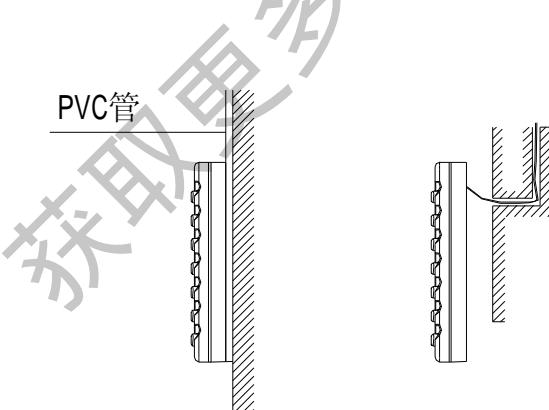
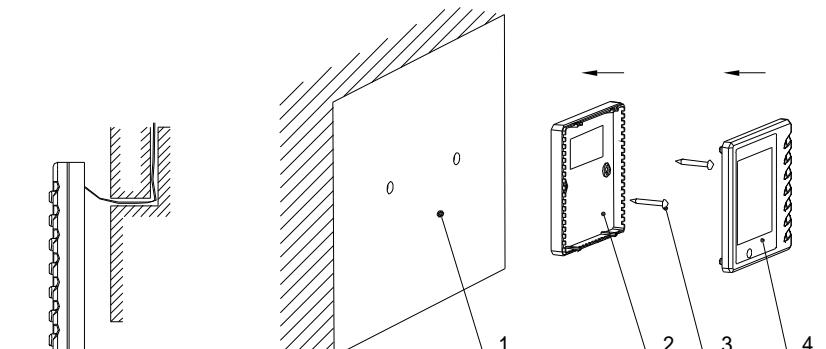

图 12 线缆明装
图 13 线缆暗装
- | 手操器与室内机通讯线若用明装，可使用 1#PVC 管并在墙上设置相应的凹槽（如图 12 所示）；若用暗装，可使用 1#PVC 管（如图 13 所示）。